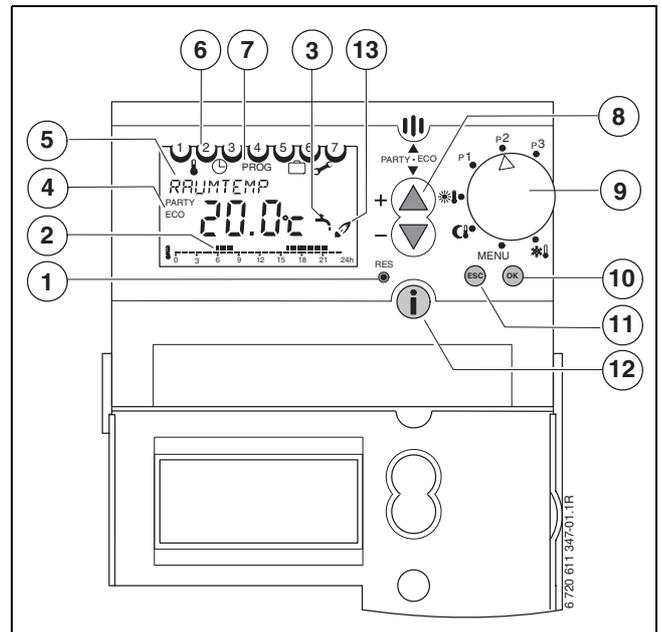

Fig. 31 Panoramica degli elementi di comando
I guasti della caldaia vengono visualizzati sul regolatore Logamatic TF. Il messaggio di errore viene nascosto per circa 10 secondi se si preme un tasto o si ruota la manopola (Pos. 9, Fig. 31).
- Posizionare il selettore impostazioni su **MENU** (vedi Fig. 31).
- Premere il tasto (OK) .
- Premere il tasto (OK) per **PARZIALE** , se prima della cancellazione si desidera richiedere le singole fasce di programmazione. Premere due volte il tasto (OK) per cancellare la fascia di programmazione desiderata.